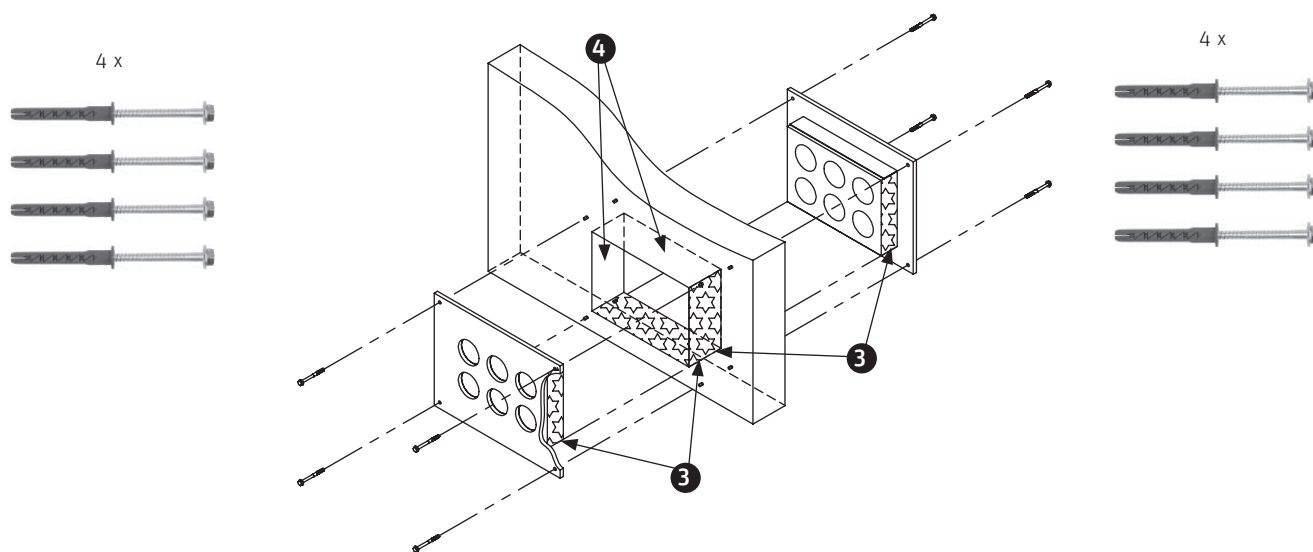

Fig. 31 Cloison coupe-feu dans le passage mural
- Introduire les deux cloisons coupe-feu dans le passage mural – Fig. 31.
**INFORMATION IMPORTANTE :** Pousser les cloisons coupe-feu complètement dans l'angle, car les côtés sans bande coupe-feu doivent être en contact avec l'embrasure du passage mural **3**. La bande coupe-feu se retrouve alors dans l'interstice opposé restant **4** – Fig. 31.
- Percer des trous de fixation  $\varnothing$  8 mm (cheville F8) pour la cloison coupe-feu (utiliser la cloison coupe-feu comme gabarit de perçage) – Fig. 31.
- Visser les deux cloisons coupe-feu à l'aide des vis à six pans fournies, avec les rondelles pressées et les chevilles W-UR 8 – Fig. 31.